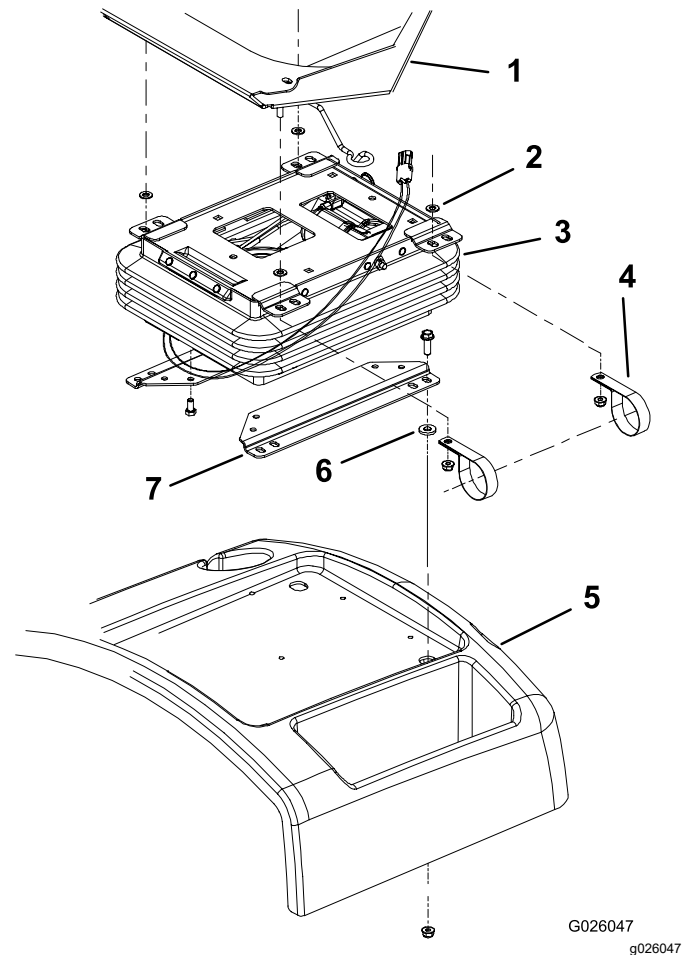

Bild 2
5. Entfernen Sie die vier Muttern, mit denen die Sitzeinsteller und die manuellen Rohrklappen an der Sitzfederung befestigt sind (**Bild 2**).
7. Entfernen Sie die 4 Schrauben, Distanzstücke und Muttern, mit denen die unteren Sitzhalterungen am Sitzunterteil befestigt sind (**Bild 2**).
9. Entfernen Sie die vier Schrauben, mit denen die Sitzfederung an den unteren Sitzhalterungen befestigt ist (**Bild 2**).
1. Befestigen Sie die Air Ride Sitzfederung mit den vier vorher entfernten Schrauben an den unteren Sitzhalterungen (Bild 2).
2. Befestigen Sie die unteren Sitzhalterungen mit den vier vorher entfernten Schrauben, Distanzstücken und Muttern am Sitzunterteil (Bild 2).
3. Setzen Sie den Sitz auf die Sitzfederung. Stellen Sie sicher, dass sich auf jedem Einstellbolzen eine Unterlegscheibe befindet, bevor Sie ihn an der Aufhängung platzieren (). (Bild 2).
4. Befestigen Sie die Sitzeinsteller und die manuellen Rohrklammern mit den vier vorher entfernten Muttern an der Sitzfederung (Bild 2).